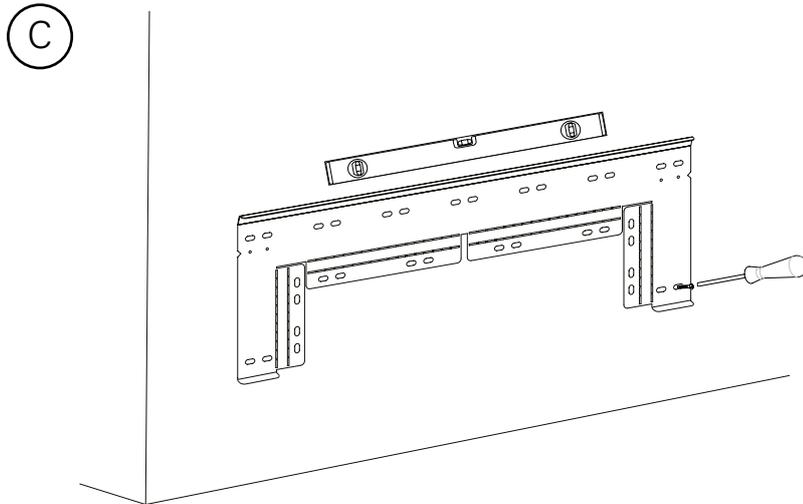

Fig. 3: Mounting wall bracket
1. Die Wandhalterung mit den Schrauben in den ovalen Löchern (mindestens 2x) stabil an der Wand befestigen. Dabei darauf achten, dass die Wandhalterung absolut waagrecht angebracht wird. Durch Führungsöffnungen in der Wandhalterung kann markiert werden, wo die Halterung befestigt werden muss, damit sie 10 cm über dem Boden hängt. Abb. 3.